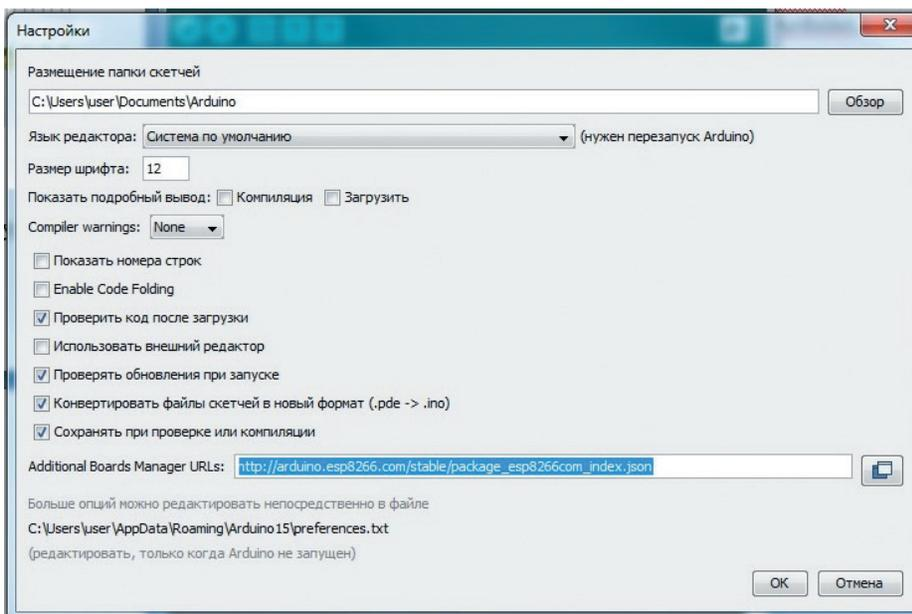

Рис. 08. Ввод адреса для скачивания Arduino IDE для ESP8266
**Additional Boards Manager URLs** вводим [http://arduino.esp8266.com/stable/package\\_esp8266com\\_index.json](http://arduino.esp8266.com/stable/package_esp8266com_index.json). Нажимаем ОК (см. рис. 08).